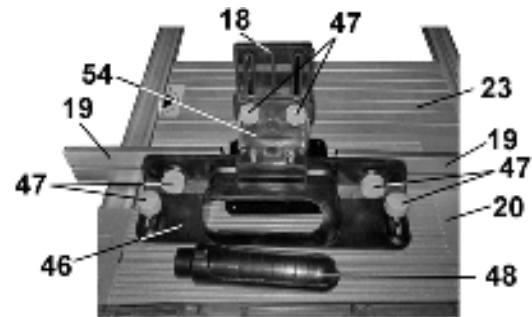

Рис. 17
8.5.2. Болтовым соединением скрепите держатель планок (46) и держатель вертикальной планки (54), Рис.17. Держатель планок (46) закрепите на рабочем столе (20), Рис. 16-18. На держателе (46) установите и закрепите направляющие планки (19), вставьте (затянув) патрубок (49), Рис.16-18. На держателе (54) установите и закрепите прижимную планку (18), Рис. 17.